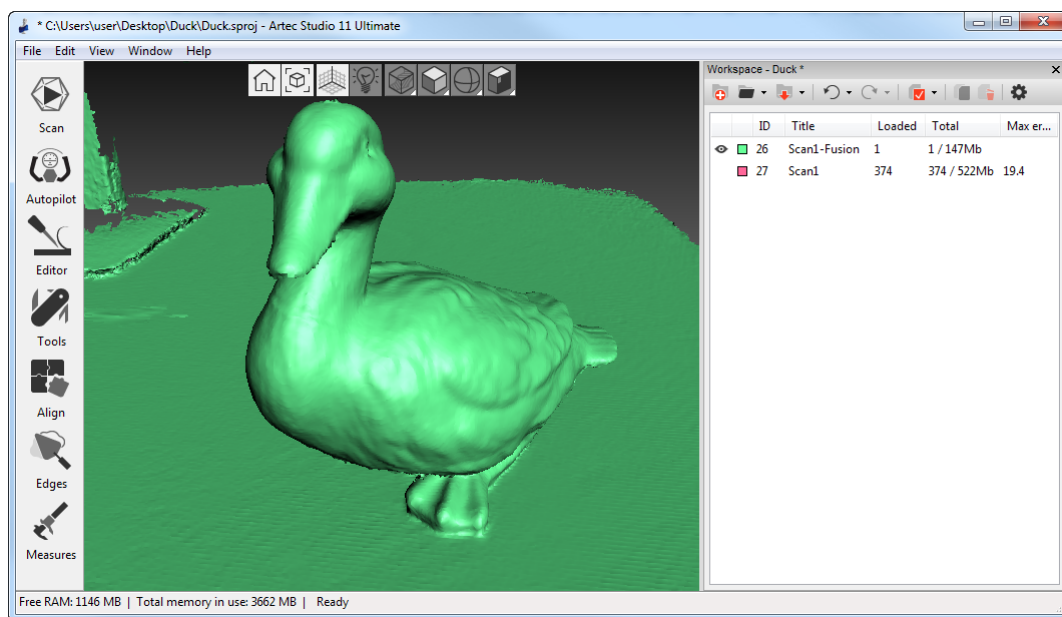

Рис. 5.8: Панель *Рабочая область* после использования Склейки в реальном времени
6. Когда вы завершите сканирование, на панели *Рабочая область* появится один или несколько сырых сканов *Eva Scan1*, *Eva Scan2*, *Eva Scan3*, и т. д., а также одна модель с названиями *“Eva Scan1-Fusion”*. Количество сырых сканов соответствует тому, сколько раз вы приостанавливали и возобновляли сканирование (см. *Рис. 5.8*).